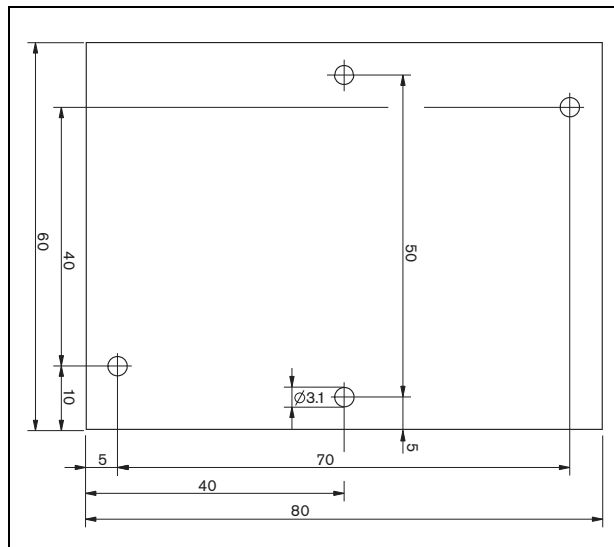

рисунок 12.5: Размеры печатной платы Supervision-slave
- 1 Используйте отверстия в плате Supervision-slave (см. рисунок 12.5) для ее установки в громкоговоритель. Обмотки печатной платы Supervision-slave должны держаться на расстоянии 30 мм или более от магнита громкоговорителя, и на расстоянии 50 мм или более от трансформатора громкоговорителя. в противном случае, магнитные поля могут нарушить правильную работу Supervision-slave.